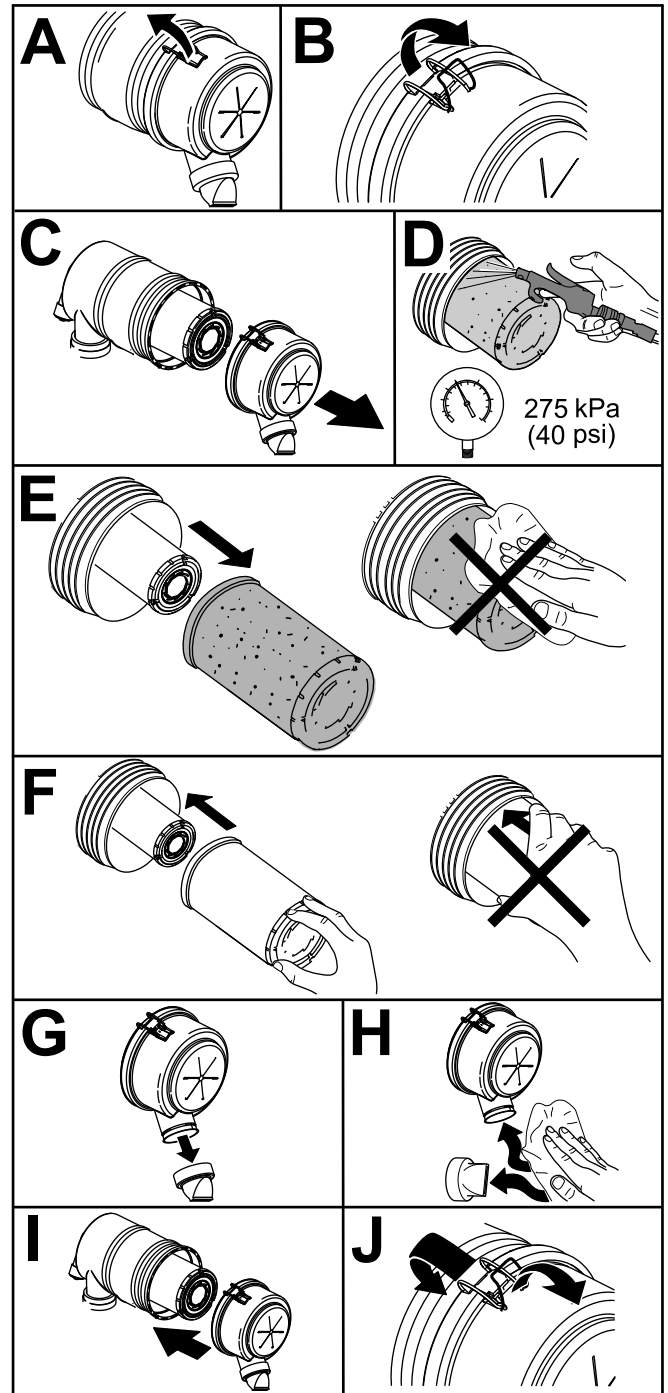

Figure 52
1. Remplacez le filtre à air (Figure 52).